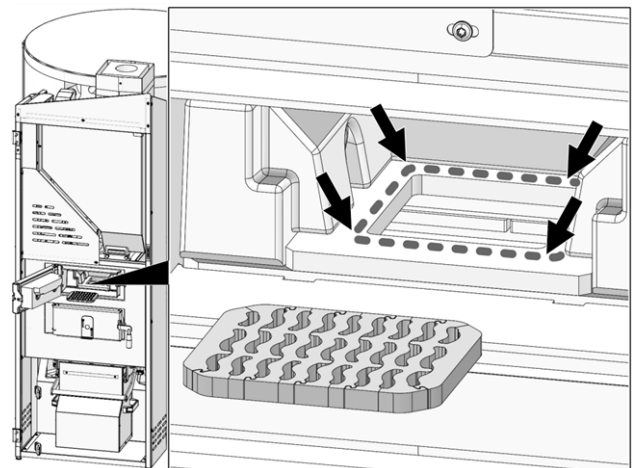

Abb. 2-54: Brennrast Auflagefläche reinigen
- Brennrost **3** entnehmen und neuen Brennrost einlegen (Hinweis: Vor dem Einlegen des neuen Brennrosts die Auflagefläche reinigen > Abb. 2-54)